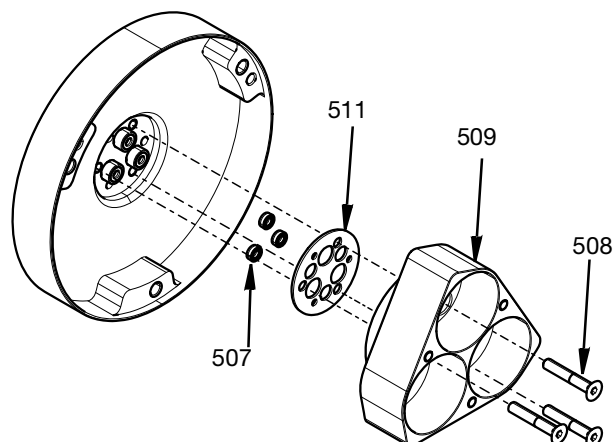

FIG. 14
6. Verwijder de drie M4-schroeven (508) waarmee het luchtcilinderhuis (509) is vastgezet. Nadat het luchtcilinderhuis is verwijderd, kunnen de pakking van het cilinderhuis (511) en de stangafdichtingen (201) worden verwijderd. Zie **Set inzetstuk afdichting en verwijdergereedschap, 25T489**, paginanummer 36 voor het verwijderen van stangafdichtingen. Zie FIG. 14.